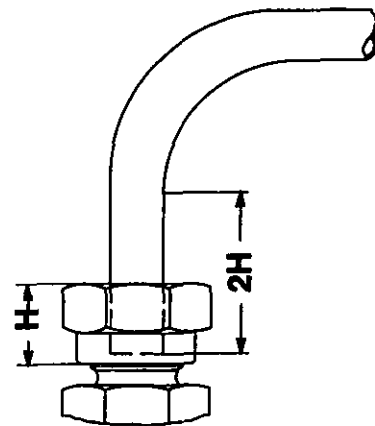

Bild 1
Das in die Verschraubung ragende gerade Rohrende soll ein Mindestlänge von 2 Überwurfmutterhöhen (H) haben (Bild 1).